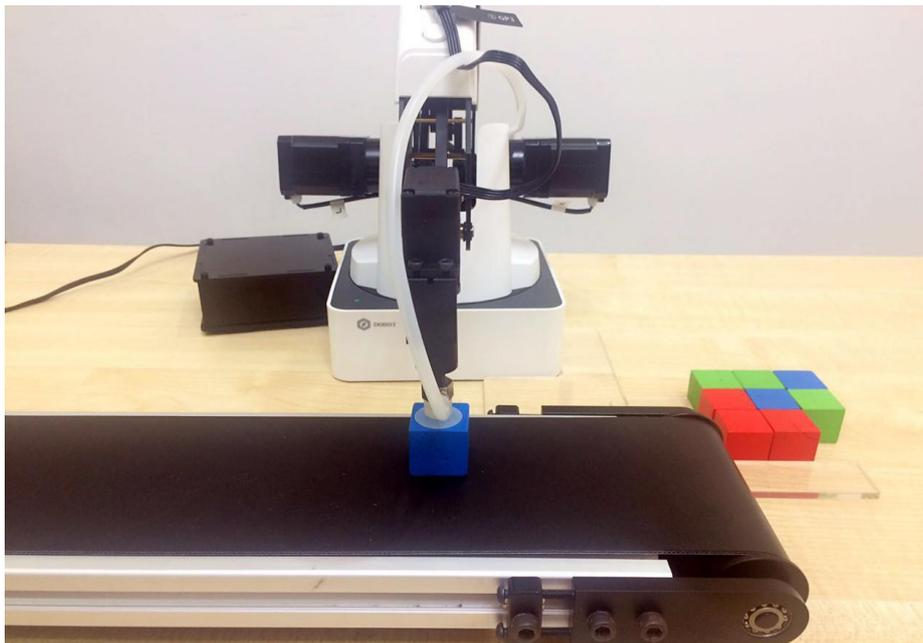

图 4.3 搬运起始位置调试
1. 勾选“吸盘”，让吸盘吸住积木，按住小臂解锁键，将积木移动到传送带上搬运的起始位置。如图 4.3所示。